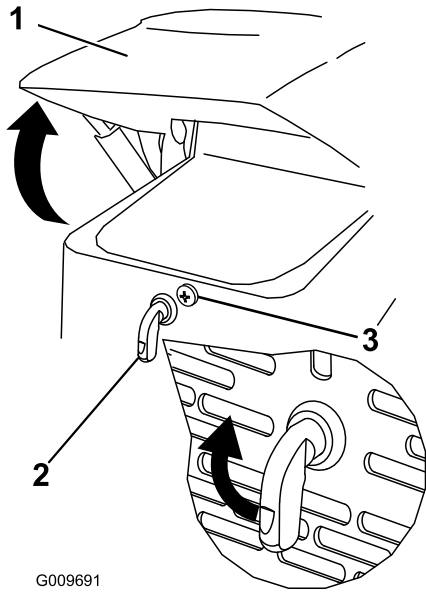

Figura 25
1. Afloje el tornillo de bloqueo del capó (Figura 25)
2. Gire el cierre del capó en el sentido de las agujas del reloj (Figura 25).
3. Levante el capó (Figura 25).
3. Ajuste el tornillo de bloqueo del capó para asegurar el cierre (Figura 25).